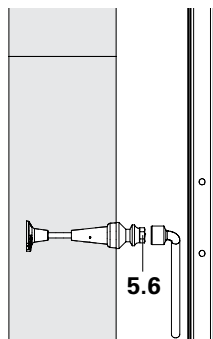

Fig. B1.33
3. Allentare e smontare il rocchetto e la vite M24 x 120 (5.6) del cono precedente con la chiave a pipa Ch 36. (Fig. B1.33)
3. Allentare e rimuovere rocchetto e vite M24 x 120 dal concio precedente con chiave a pipa Ch 36. (Fig. B1.33)